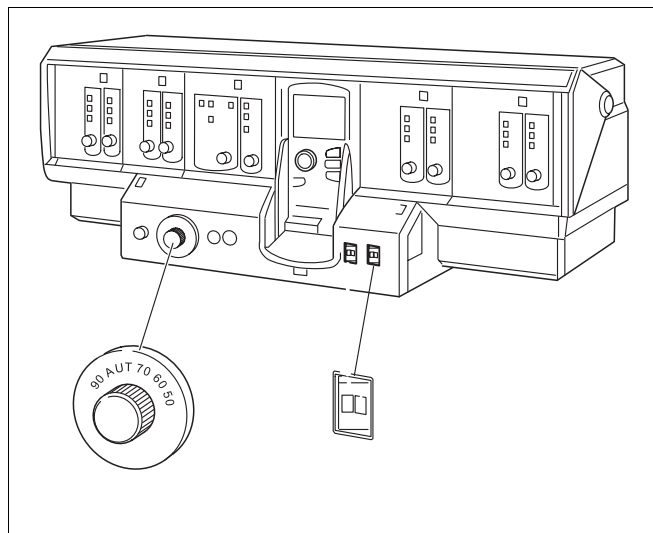

Рис. 1 Система управления, например, Logamatic 4311
- Перевести пусковой выключатель (рис. 1, **поз. 1**) в положение „I“ (Вкл).
- Регулятор температуры в котле (рис. 1, **поз. 2**) поставить в положение AUT или установить на 80°C. Для режима поддержания постоянной температуры установить нужную температуру, т.е. для газовых горелок мин. 60°C и для дизельных горелок 50°C.
- Пусковой выключатель (рис. 1, **поз. 1**) перевести в положение „0“ (Выкл).